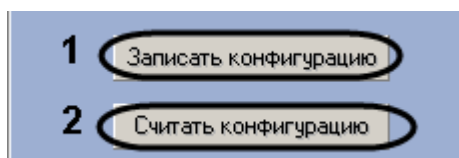

Рис. 3.7—1 Пересылка конфигурации датчика
1. Перейти на панель настроек объекта, соответствующего датчику (Рис. 3.7—1).
2. Для пересылки конфигурации датчику нажать на кнопку **Записать конфигурацию** (см. Рис. 3.7—1, **1**). Параметры будут переданы на устройство.
3. Для считывания параметров, установленных на устройстве, нажать на кнопку **Считать конфигурацию** (см. Рис. 3.7—1, **2**). Объектам ПК *ACFA Intellect* будут установлены параметры, соответствующие параметрам устройства.